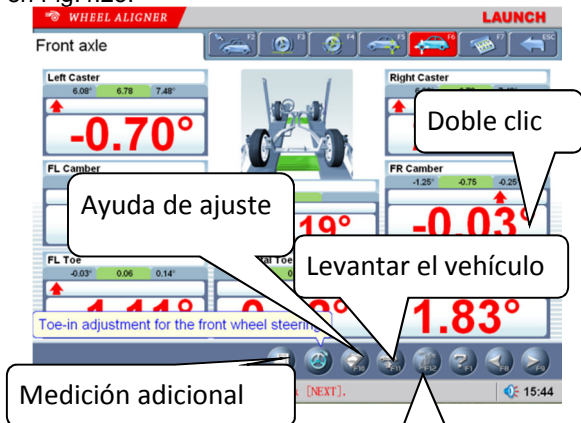
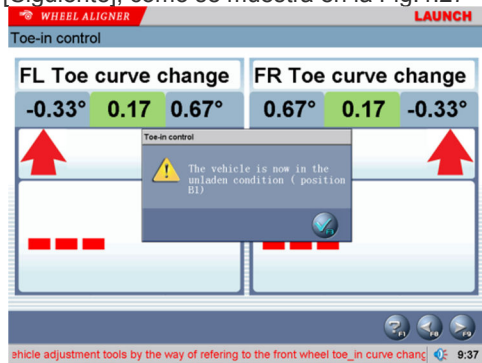

Fig. 4.25
Fig.4.27
Esta interfaz puede proporcionar el resultado en tiempo real relacionado al eje delantero, el operador puede comparar el resultado de la medida con los datos de referencia y ajustar el vehículo hasta que estén dentro de los parámetros. Como se muestra en Fig.4.25.
3. El vehículo se encuentra en la posición "sobre piso" (posición B1). Ajustar la convergencia de la parte delantera del vehículo dentro del alcance permitido de acuerdo con las especificaciones estándar (ver Fig.4.25). Ponga el vehículo con las herramientas especiales de acuerdo con las indicaciones de la pantalla. Haga clic en [Siguiente], como se muestra en la Fig.4.27